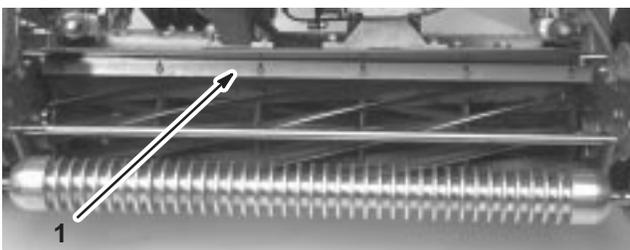

Bild 18
1. Lockern Sie die Schrauben, mit denen die obere Leiste am Schneidwerk befestigt ist (Bild 18).